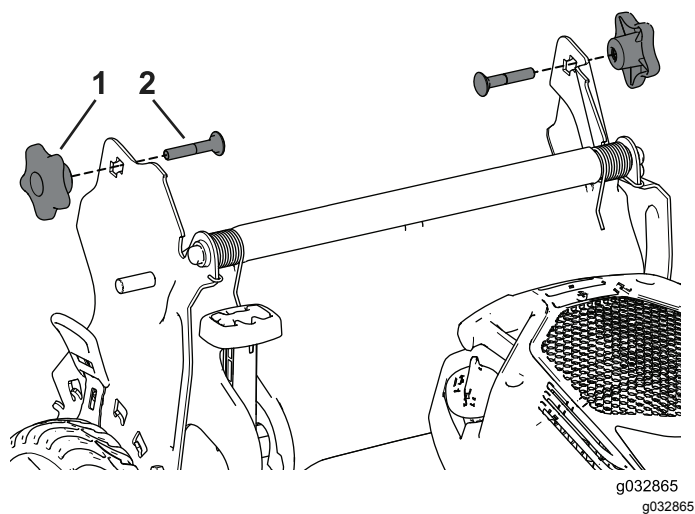

Рисунок 30
4. Вставьте каретный болт (так, чтобы головка болта была направлена внутрь) сквозь кронштейн рукоятки и в верхнее отверстие торцевой части рукоятки. Убедитесь, что квадратная кромка каждого каретного болта вошла в верхнее или нижнее квадратное отверстие соответствующего кронштейна рукоятки (Рисунок 30).